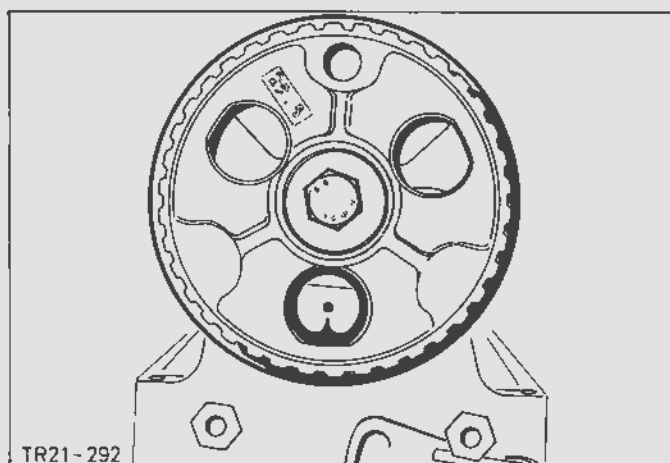

Fig.65. Knastakseltandremshjulets markering ud for øverste dødpoint mærke
55. Stil knastakseltandremshjulets mærke ud for øverste dødpoint mærket på topstykket, Fig.65. Drej desuden krumtap tandremshjulet så dets mærke kommer ud for øverste dødpoint mærket, men det skal drejes den korteste vej.